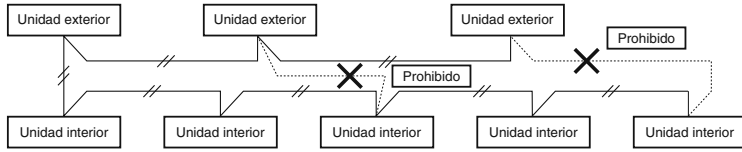

Fig. 4-1
- No instale los cables de control entre unidades de forma que se cree un bucle. (Fig. 4-1)